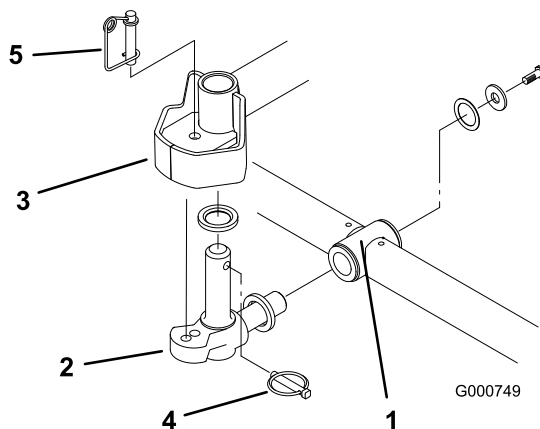

Bild 5
6. Setzen Sie eine Druckscheibe auf die horizontale Welle des Kreuzgelenks, wie in **Bild 5** dargestellt.
7. Setzen Sie die horizontale Welle des Kreuzgelenks in das Befestigungsrohr des Trägerrahmens (**Bild 5**).
8. Befestigen Sie das Kreuzgelenk mit einer Druckscheibe, einer flachen Scheibe und einer Bundkopfschraube am Trägerrahmen (**Bild 5**).
9. Setzen Sie eine Druckscheibe auf die vertikale Welle des Kreuzgelenks (**Bild 5**).
10. Falls abgenommen, setzen Sie die vertikale Welle des Kreuzgelenks auf die Hubarmdrehnabe (Bild 5). Führen Sie das Kreuzgelenk zwischen den beiden Zentrierpuffern aus Gummi in die Unterseite der Lenkplatte des Hubarms ein.
11. Setzen Sie den Klappstecker in das Kreuzloch an der Kreuzgelenkwelle (Bild 5).
Hinweis: Wenn Sie eine fixierte Mähwerkstellung wünschen, setzen Sie den Lenksperrstift auf das Befestigungsloch des Kreuzgelenks (Bild 5).
14. Haken Sie den Federdraht unten um den Lenksperrstift (Bild 5).